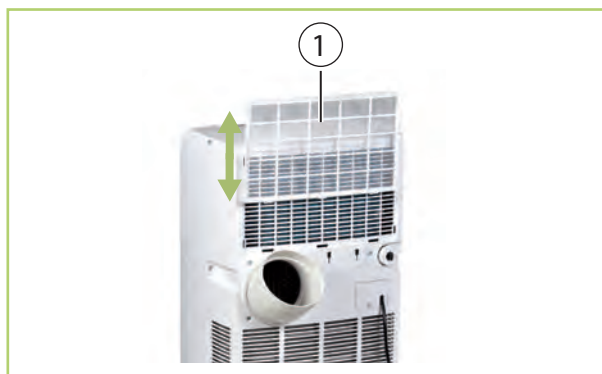

Abb. 15: Filterentnahme
2. ➤ Ziehen Sie den Filter aus dem Gerät (Abb. 15)